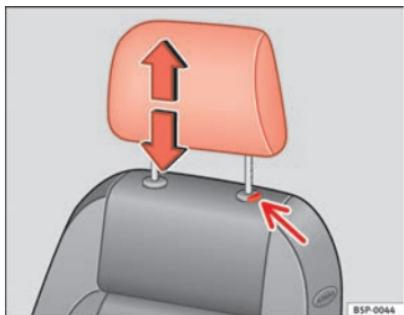

Fig. 69 Ajuste o desmontaje del apoyacabezas
- Pulse la tecla ⇒ fig. 69(flecha).